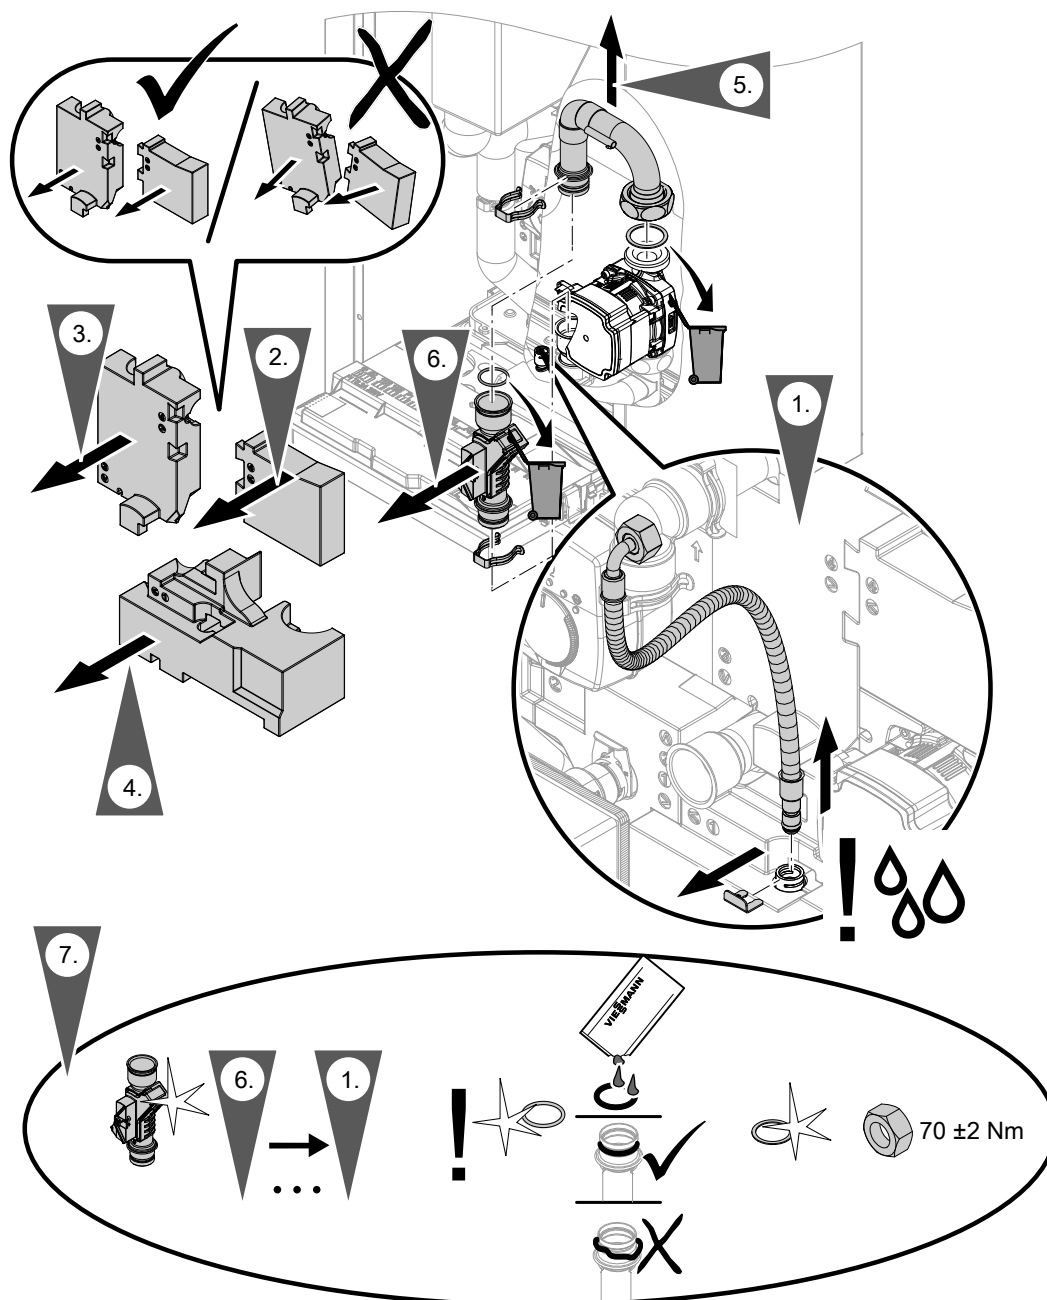

Fig. 79
- Cablu de conectare pentru senzorul de debit volumetric: consultați fig. 79.